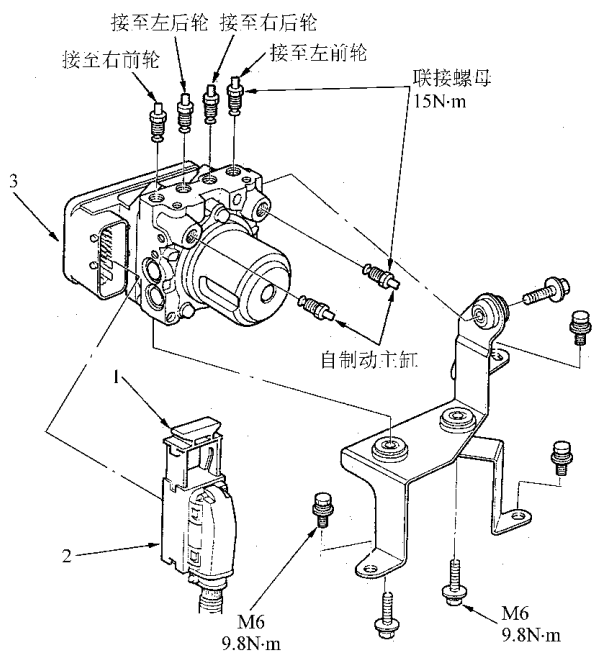

图 8-68 ABS 控制装置分解图
1) 参照分解图 8-68, 将 ABS 控制装置 25P 插接器的锁拉开, 插接器自行断开。